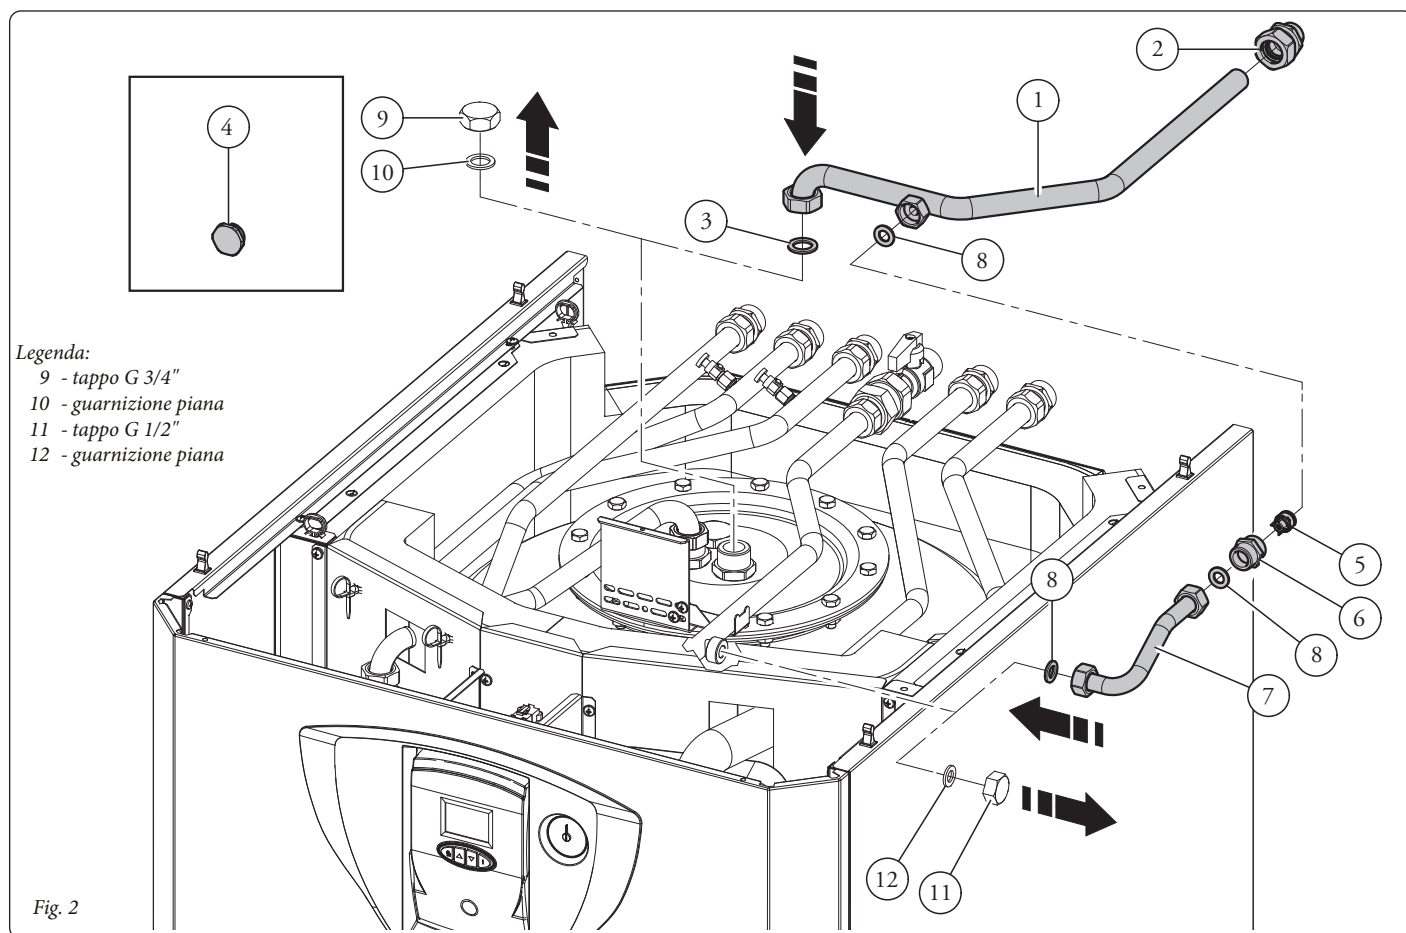

Fig. 2
Montaggio UB Inox 200-2 Solar / UB Inox Solar 200 V2 (fig. 2).
- Smontare il tappo da 3/4" (9) con relativa guarnizione (10) dal raccordo sonda situato sulla flangia superiore dell'unità bollitore.
- Smontare il tappo da 1/2" (11) con relativa guarnizione (12).
- Collegare il tubo ricircolo (1) provvisto di dado al raccordo sonda dell'unità bollitore interponendo la guarnizione piana (3) presente nel kit.
- Avvitare il nipples (6) sul tubo (1) interponendo la valvola di ritegno (5). Collegare il tubo ricircolo solare (7) al nipples (6). Assicurarsi di interporre le guarnizioni piane (8) presenti nel kit.
- Collegare il tubo ricircolo solare (7) provvisto di dado all'apposito raccordo interponendo la guarnizione piana (8) presente nel kit.
- Collegare il tubo ricircolo (1) all'impianto di ricircolo sanitario tramite il raccordo a tenuta radiale da 1/2" (2) in dotazione nel kit.
N.B.: il componente (fig. 2 pos. 4) in questa installazione non viene utilizzato.
UB Inox 200-2 Solar / UB Inox Solar 200 V2 Assembly (fig. 2).
- Remove the 3/4" plug (9) with its gasket (10) from the probe fitting located on the top flange of the storage tank unit.
- Remove the 1/2" plug (11) with its gasket (12).
- Connect the recirculation pipe (1) fitted with nut to the storage tank unit probe fitting, placing the flat gasket (3) included in the kit in between.
- Screw the nipples (6) onto the pipe (1) placing the non-return valve (5) in between. Connect the solar recirculation pipe (7) to the nipples (6). Make sure to place the flat gaskets (8) included in the kit in between.
- Connect the solar recirculation pipe (7) fitted with nut to the specific fitting, placing the flat gasket (8) included in the kit in between.
- Connect the recirculation pipe (1) to the DHW recirculation system by means of the 1/2" radial seal fitting (2) included in the kit.
N.B.: the component (fig. 2 pos. 4) is not used in this installation.